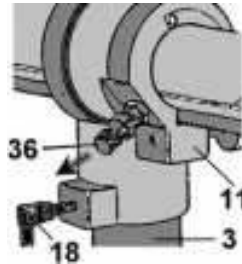

Рис.5
12.3. Приводной ремень следует заменять, когда натяжение последнего не предотвращает его проскальзывание на шкивах. **Ремень передачи 26 – код для заказа 25610, Рис. 5.**